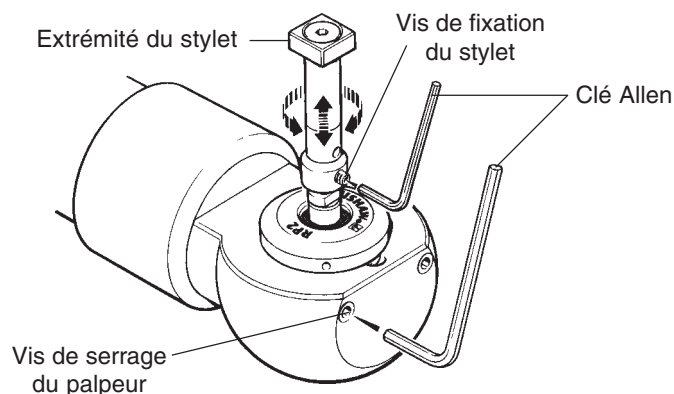

Figure 6 - Alignement du stylet
12. Aligner le stylet - voir figure 6.
L'ajustage en rotation et en hauteur se fait de la manière suivante (voir figure 6).